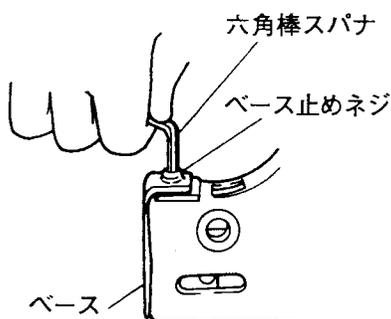
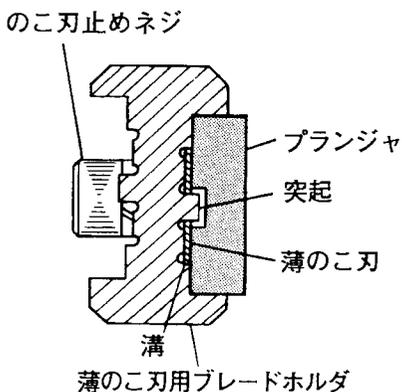

図 5
図 6
- (1) ベース止めネジをゆるめて、ベースを取りはずし、厚のこ刃用ブレードホルダを取り出します。（図5）
- (2) 薄のこ刃用ブレードホルダをプランジャに取り付けます。
- (3) ベースを元のようにベース止めネジでしっかり固定します。
- (4) 薄のこ刃の穴を薄のこ刃用ブレードホルダの突起に入れ、薄のこ刃を溝にはめ込みます。（図6）
- (5) のこ刃止めネジを六角棒スパナで締付け、のこ刃を十分に固定します。